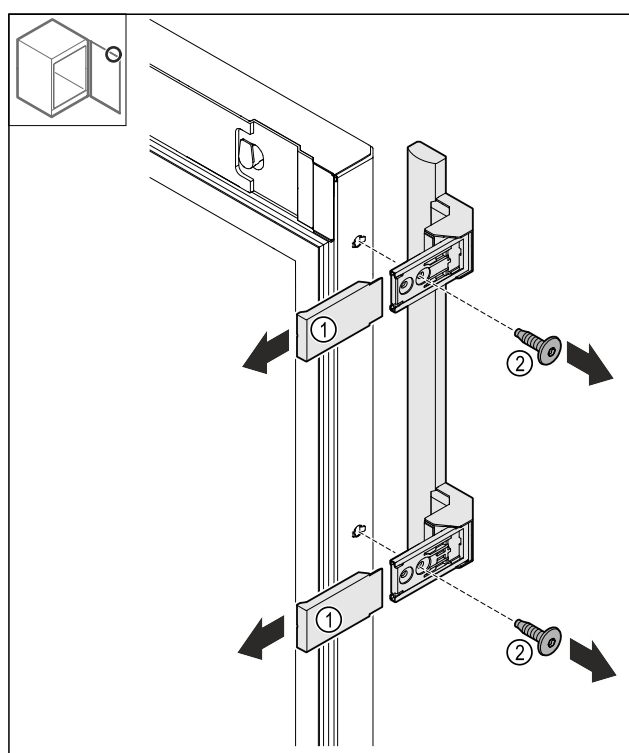

Fig. 20
- Snemite pokrove Fig. 20 (1).
- Odvijte vijake Fig. 20 (2).